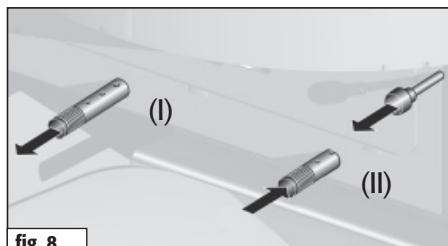

fig. 8
De secundaire lucht helemaal toedraaien	Zet de schuif van de secundaire lucht (II) op markering 2. (fig. 8)